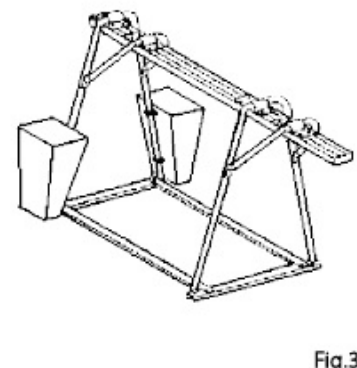

Fig.3
6. Puneți 153 kg. material de contragreutate în fiecare container pentru un total de 306 kg., după închideti containerele cu capac și lacat (Fig.3). Este strict interzisă umplerea cu lichide a contragreutatilor.
7. În timpul funcționării verificați în mod constant faptul că frânghia se înfășoară corect pe tambur, bobina pe bobină, fără încetinire sau suprapunere. În cazul în care nu se va desprinde frânghia și se va întoarce corect, ținând coarda întotdeauna în tensiune (Fig. 3).